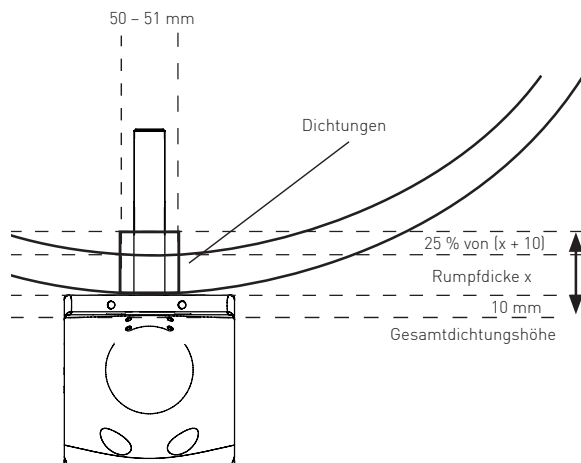
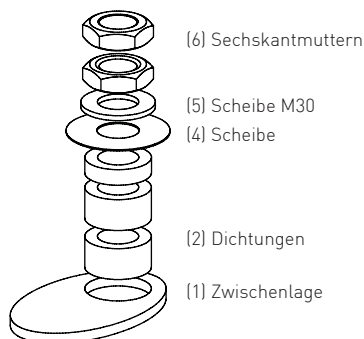

Abb. 10: Bohrung und Gesamtdichtungshöhe
Abb. 12: Hauptverbindung GFK
Das Bugstrahlruder über die Hauptverbindung verschrauben, dabei auf die entsprechende Anzahl an Dichtungen achten (Abb. 10). Die Reihenfolge entspricht jener in Abb. 12, wobei je nach Rumpfdicke entsprechend mehrere Dichtungen (2) verwendet werden müssen. Es ist zu berücksichtigen, dass die Dichtungen beim verschrauben um 25 % gestaucht werden (Abb. 10).
Das Bugstrahlruder über die Hauptverbindung verschrauben. Dabei auf die entsprechende Anzahl an Dichtungen achten (Abb. 10). Die Reihenfolge entspricht jener in Abb. 20, wobei je nach Rumpfdicke entsprechend mehrere Dichtungen (1) verwendet werden müssen. Es ist zu berücksichtigen, dass die Dichtungen beim verschrauben um 25 % gestaucht werden (Abb. 10).